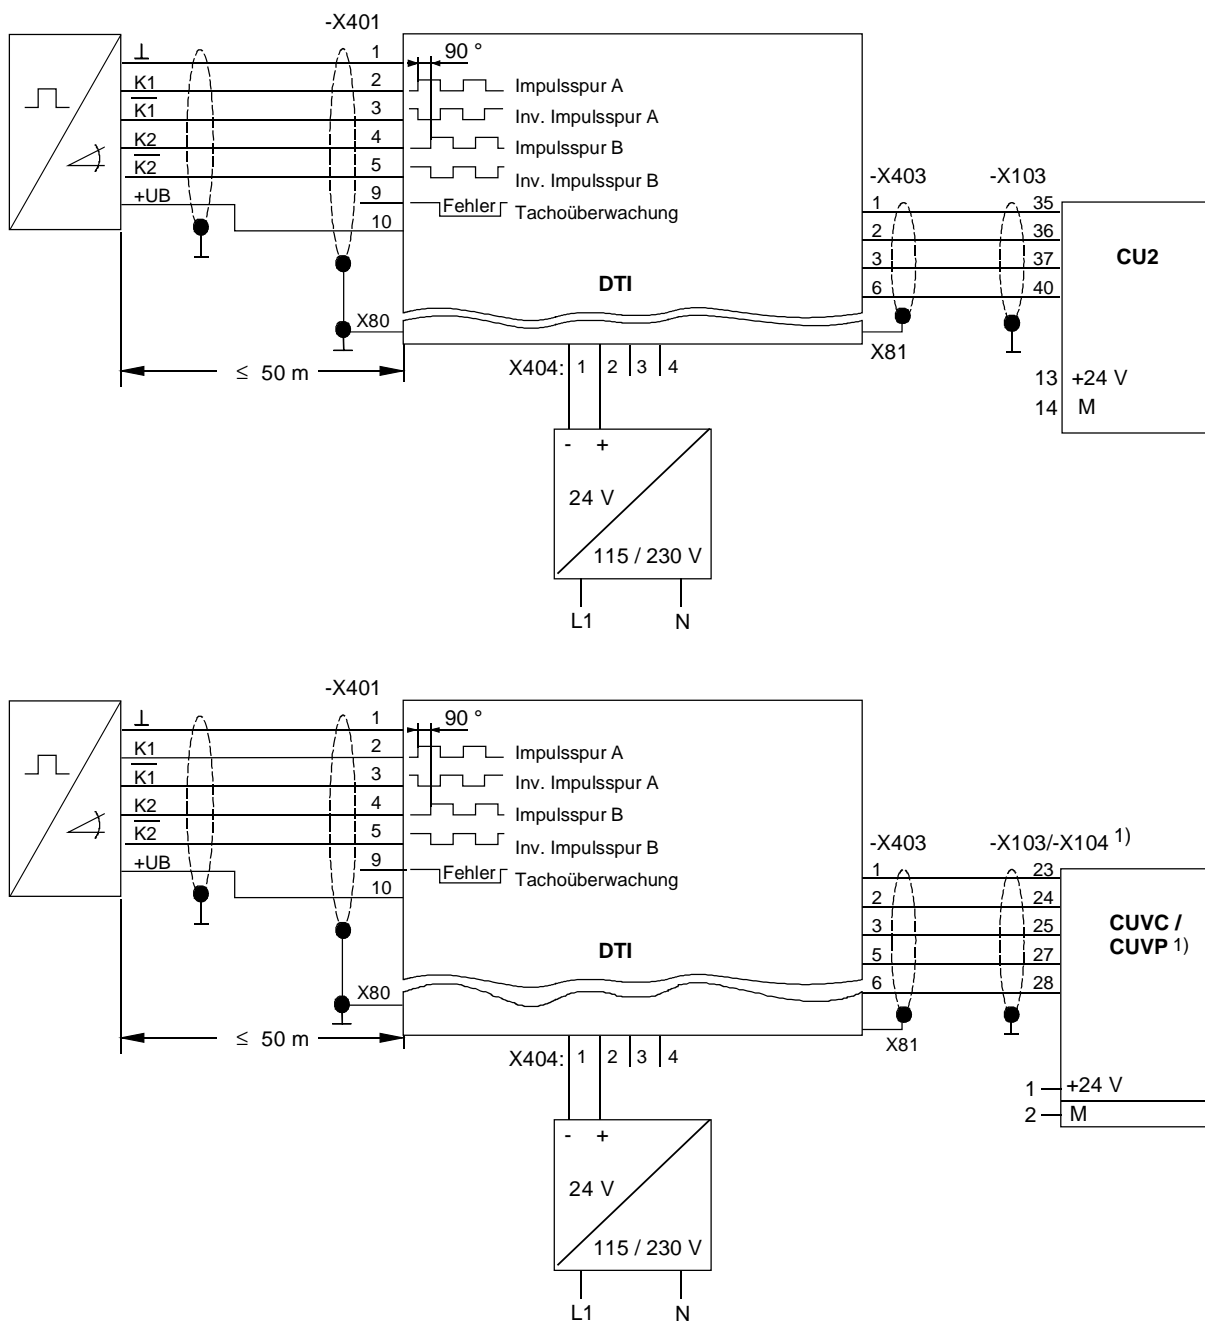

Bild 5-1 TTL-Tacho mit invertierter Impulsspur (Typ H0G9, Firma Hübner Berlin) und externer Stromversorgung bei SIMOVERT VC
- ◆ Verbindung zum Umrichter festlegen bzw. kontrollieren (siehe Bild 5-1 und 5-2)